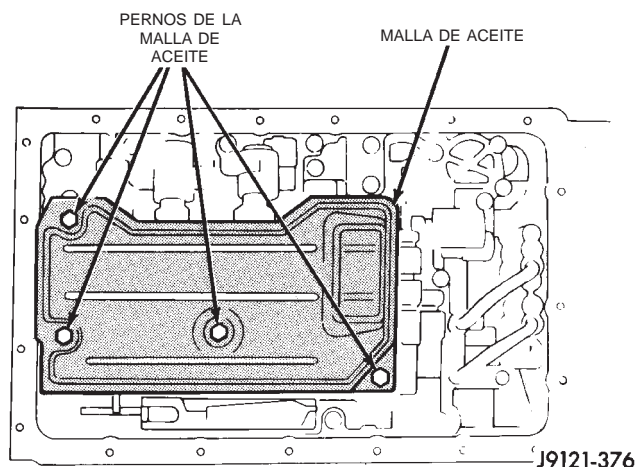

Fig. 47 Desmontaje e instalación de la malla de aceite
(1) Retire el tapón de drenaje del colector de aceite de la transmisión y drene el líquido.
(2) Retire los pernos del colector y retire el colector de aceite.
(3) Retire los pernos de la malla de aceite y retire la malla (Fig. 47) y la junta. Deseche la junta.